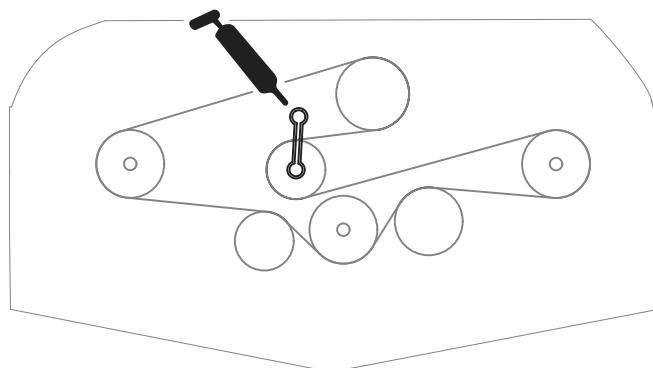

Figura 15
- Cojinetes del eje del brazo tensor (Figura 15)